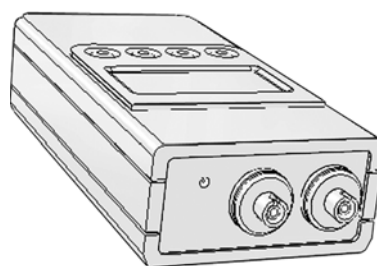

Рис. 1. ФОД 5418 и ФОД 5419
- 6.3. Указания по замене адаптера (см рис.1 и 2)